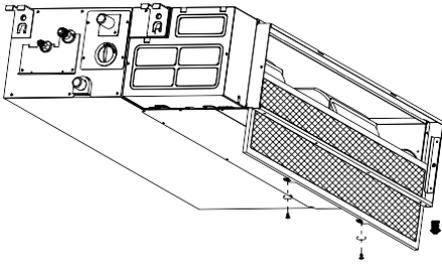

Abb. G1
1. Falls die Einheit rückseitig belüftet ist, entfernen Sie die Schrauben (2 Stück) vom Filter und nehmen den Filter nach unten aus der Einheit heraus. Siehe Abb. G1